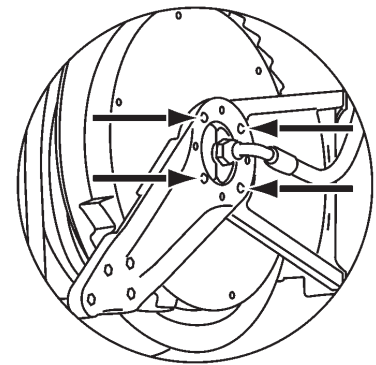

Fig. 5
3. Unscrew the fixing screws (fig. 5).
3. Afloje los tornillos del brazo superior (fig. 5).
3. Desserrez les vis sur la partie supérieure du bras (fig. 5).